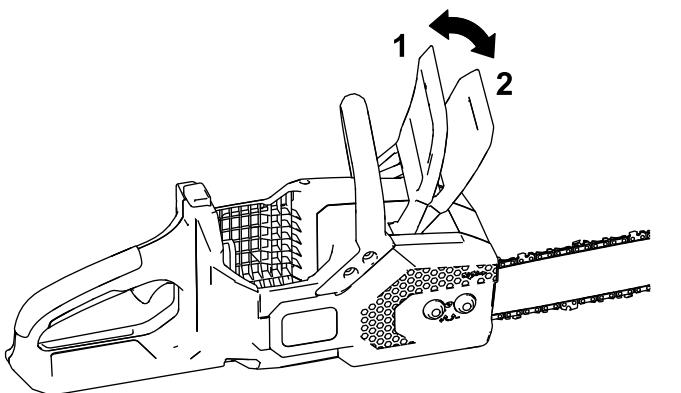

Figura 25
- Innestate il freno catena spostandolo in avanti nella posizione di ARRESTO (Figura 25).
- Disinnestate il freno catena spostandolo indietro nella posizione di FUNZIONAMENTO (Figura 25).
4. Assicuratevi che il freno catena sia nella posizione di **FUNZIONAMENTO** (Figura 25).